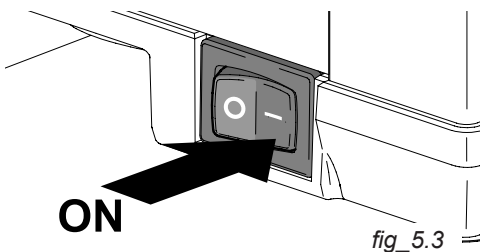

fig. 5.3
- Ativar o aparelho colocando o interruptor principal na posição **I - ON** (3 - fig. 5.3). Quando o aparelho inicializa, no ecrã é visualizado uma mensagem breve de boas-vindas e, após alguns segundos, aparece uma das funções pré-configuradas; para passar de uma função à outra, pressionar o botão de seleção da dose .